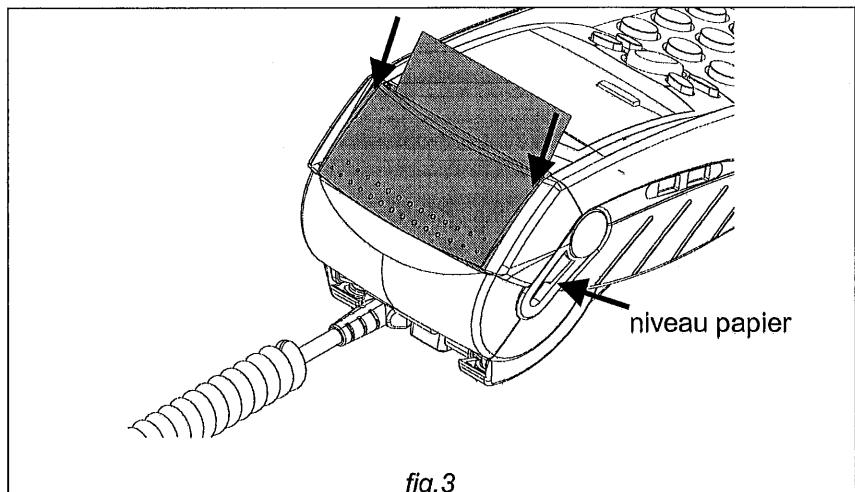

fig.3
- 5- Tout en maintenant le papier, refermer le capot. (figure 3).
- 6- Appuyer simultanément sur les deux extrémités supérieures de la trappe papier (figure 3). Celle-ci se clipse en assurant le maintien du papier.